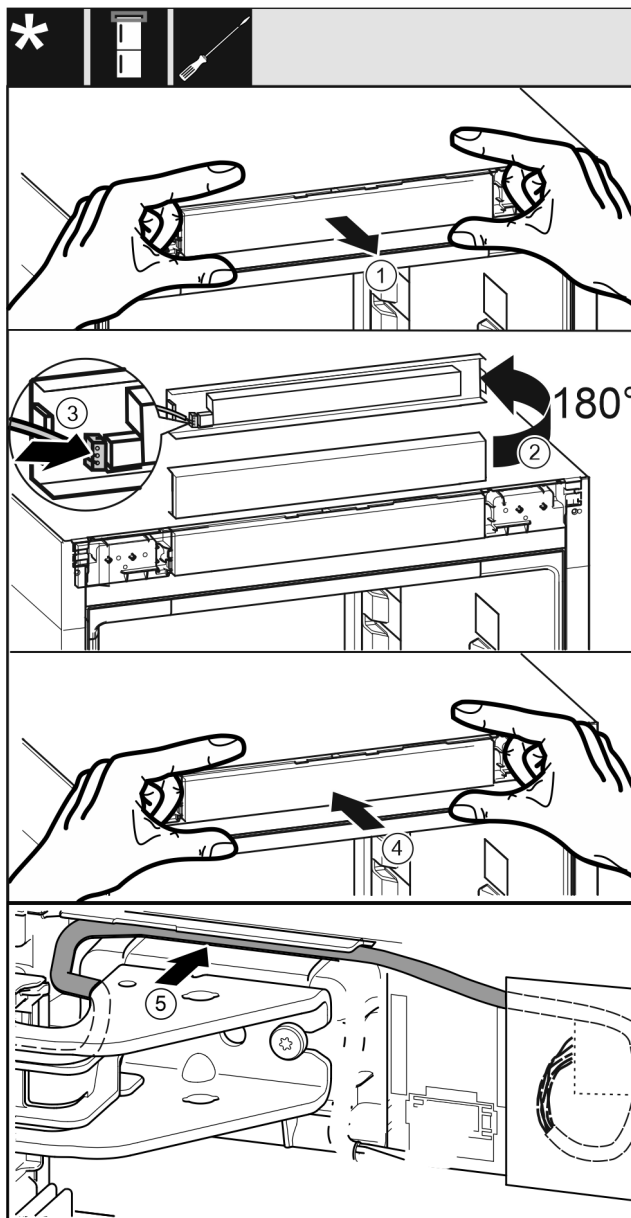

Fig. 43
- ▶ Ta försiktigt bort manöverpanelen. Fig. 43 (1)
- ▶ Vrid panelen 180° uppåt. Fig. 43 (2)
- ▶ Sätt in kontakten på manöverpanelen. Fig. 43 (3)
- ▶ Sätt tillbaka manöverpanelen på igen och se till att den sitter fast. Fig. 43 (4)
- ▶ Dra den grå kabeln försiktigt i kabelhållaren över den övre lagerbocken. Fig. 43 (5)